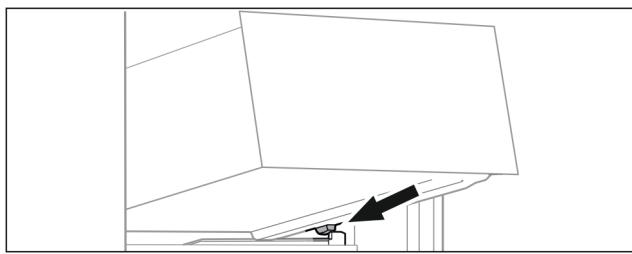

Fig. 63
- ▶ Nasadte zásuvku šikmo za zarážkami na rebro nádoby. (pozri Fig. 63)